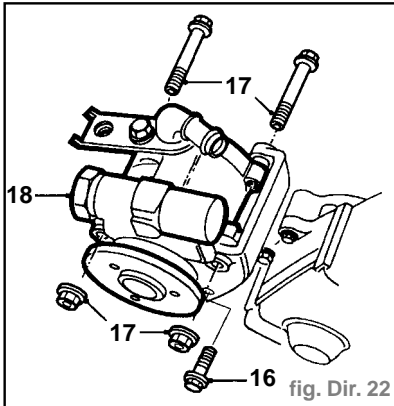

fig. Dir. 22
- Enlever le boulon (16) maintenant la pompe de direction assistée sur le support de fixation (Fig. Dir. 22).